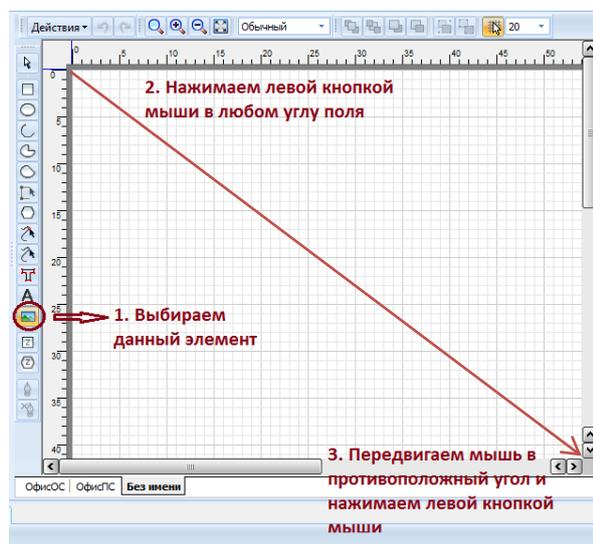

Рисунок 9.34 Область на листе плана, в которую будет вставлена картинка
- на панели инструментов нажать кнопку  и с помощью мышки указать область на листе, в которую будет вписан рисунок (Рисунок 9.34),